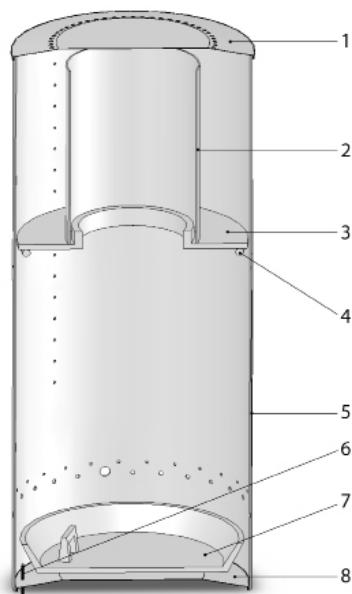

Fig. 5
- Уверете се, че тавата на горивната камера е поставена в центъра на горивната камера (FIG5/n2).
- Поставете горния пръстен във вътрешността на горивната камера, с из不可缺少а част в средата на пръстена нагоре и монтирайте на него цилиндра (търбата за горещ въздух) (FIG5/n2).
- Fig. 5 Горивна камера